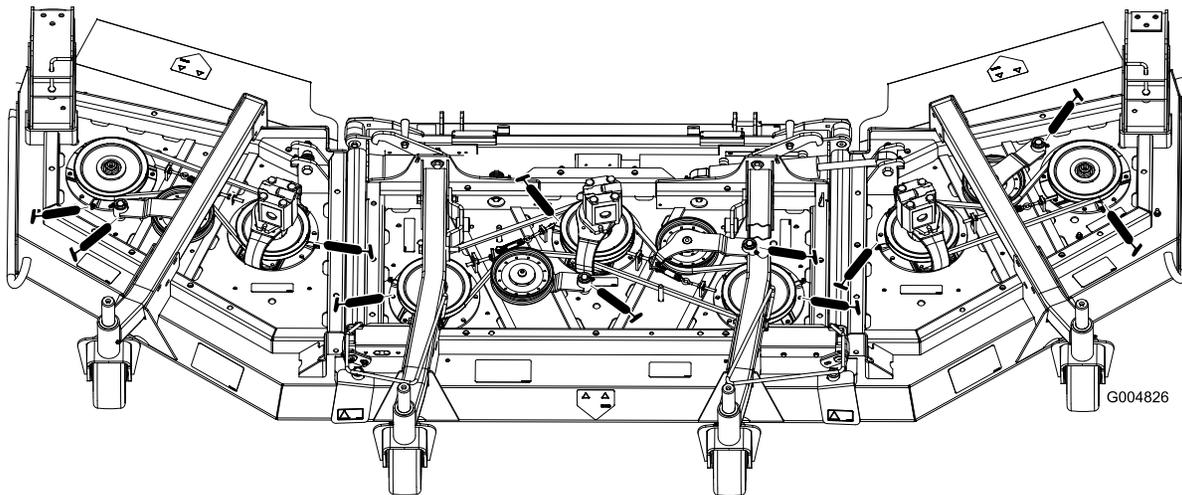

Figura 43
- Rolamentos do eixo (3) (debaixo da polia) (Figura 43)
- Casquilhos articulados do braço intermédio (2) (Figura 43)